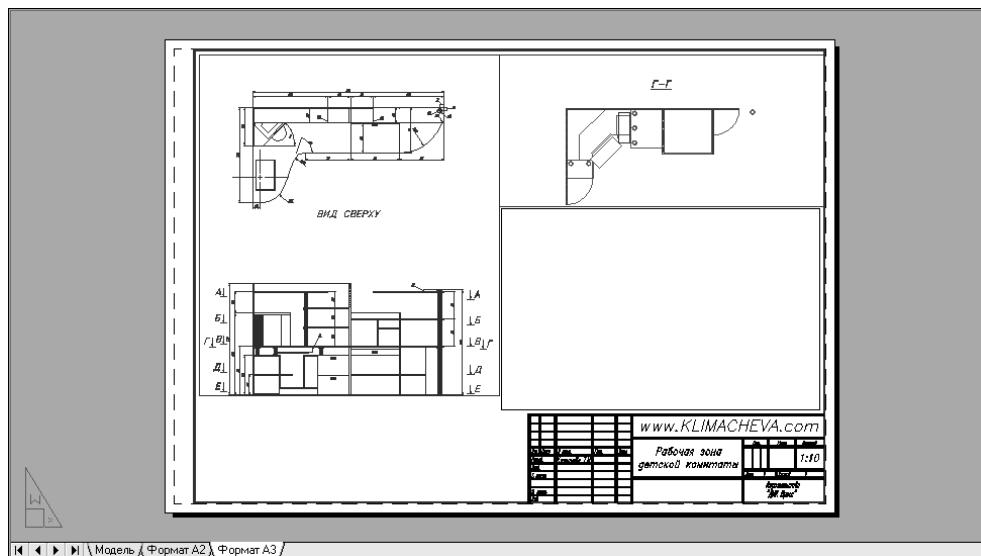

Рис. 13.33 ▶ Определение прямоугольной области, в которой должны быть размещены два новых видовых экрана
1. Выберите из меню команду **Вид⇒Видовые экраны⇒2 ВЭкрана** (View⇒Viewports⇒2 Viewports). AutoCAD предложит выбрать размещение новых видовых экранов. Введите **Горизонтальное** (HORIZONTAL) или просто **г** (H).
2. В ответ на предложение задать размеры области, которую должны занимать оба видовых экрана, выберите сначала точку, которая находится в левом верхнем углу этой области, а затем – точку, которая должна находиться в ее правом нижнем углу (рис. 13.33).